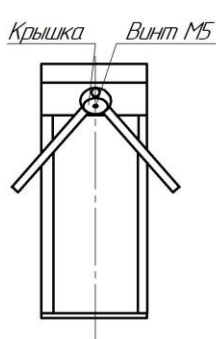

Рис. 1
6.4. Установите штанги. Для этого снимите крышку поворотного механизма, открутив винт М5 (рис.1). Закрепите штанги болтами М10, входящими в комплект штанг. Для перевода штанги «антипаника» в положение «проход открыт» оттяните штангу в направлении А (от турникета) на 50-80мм и поверните ее вниз (рис.2). Время открытия штанги «антипаника» составляет 1-3с. Закройте место крепления штанг крышкой.